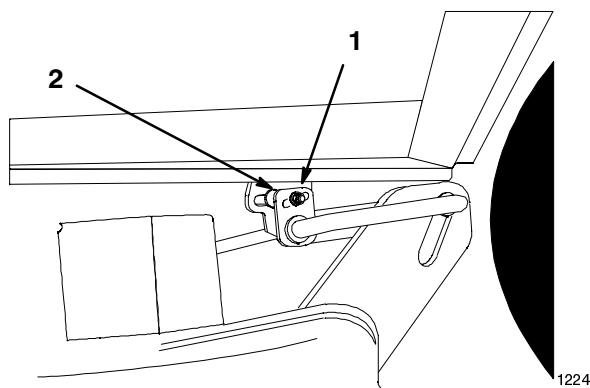

Figure 11
4. Desserrez le boulon de réglage d'un côté du tracteur et tournez le support de suspension pour élever ou abaisser le plateau (Fig. 11).